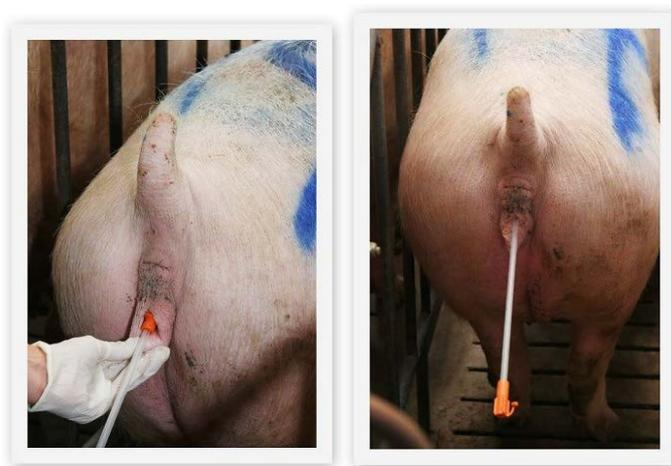

Figura 3: inserción del catéter.
- ◆ En el momento en que se empieza a notar cierta resistencia (zona del cérvix), realizar un movimiento rotatorio en sentido contrario a las agujas del reloj (figura 3). El catéter introducido, además de servir de guía, va a ejercer un estímulo mecánico sobre las paredes del cérvix.